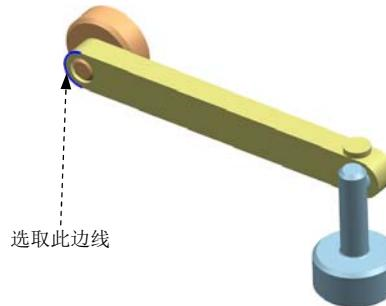

图8.4.2 定义连杆2中的旋转副
Step8. 定义连杆2中的旋转副。选择下拉菜单**插入(S)** → **运动副(I)** 命令，系统弹出“运动副”对话框；在“运动副”对话框**定义**选项卡的**类型**下拉列表中选择**旋转副**选项；在模型中选取图8.4.2所示的圆弧边线为参考，系统自动选择连杆、原点及矢量方向；单击**确定**按钮，完成旋转副的创建。